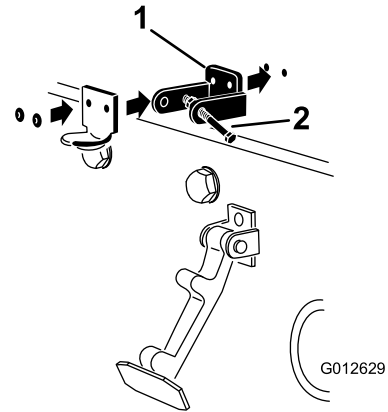

图 6
4. 对准安装孔的同时将锁定支架和机罩门锁支架放到机罩上 (图 6)。
6. 用铆钉将支架和垫圈铆定到机罩 (图 6)。